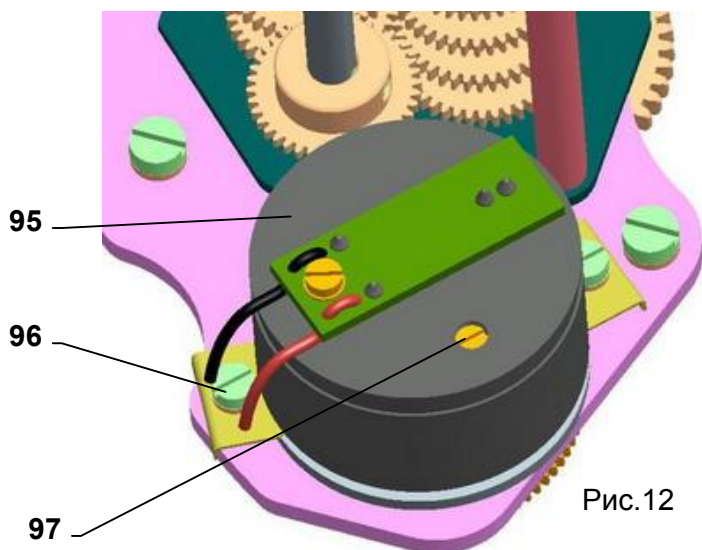

Рис.12
4.7 Установка емкостного датчика СРТ1/А (рис.12)
С помощью триммера (97), Рис.12 можно унифицировать выходной сигнал емкостного датчика, установить его для любой величины хода, отвечающей приблизительно от 50% и до 100% максимальных рабочих оборотов на данном ступени по Таб. No 3.